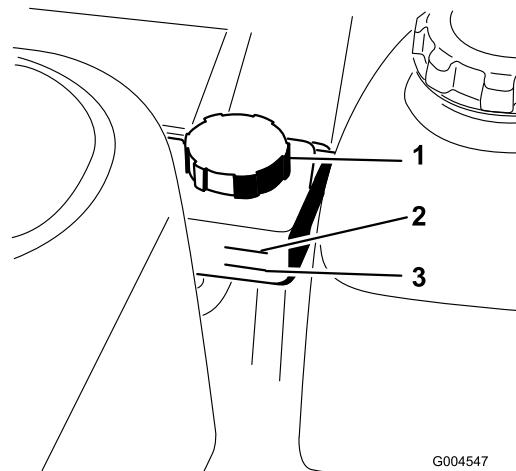

Bild 51
Hinweis: Sie können den Stand des Hydrauliköls entweder bei warmem oder kaltem Öl messen. Der Behälter hat zwei Markierungen – für kaltes und für warmes Öl (Bild 51).
2. Reinigen Sie den Bereich um den Hydraulikbehälter (Bild 51).
5. Wenn Öl nachgefüllt werden muss, nehmen Sie die Füllschraube vom Einfüllstutzen ab (Bild 51).
8. Füllen Sie Öl auf, bis der Stand die Markierung für kaltes Öl am Hydraulikbehälter erreicht (Bild 51).